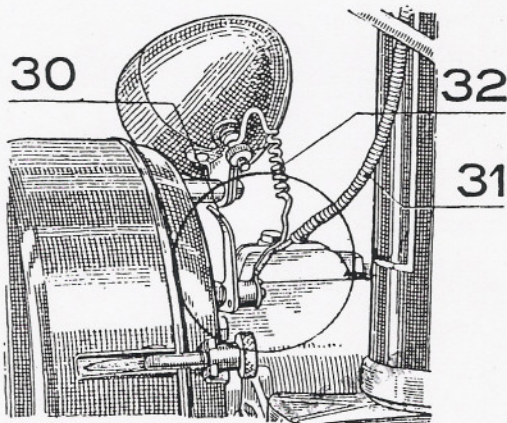

Fig. 7
Pour obtenir l'éclairage, il suffit de déplacer le levier-contact (30) vers l'arrière (fig. 7), ce qui peut être fait en marche sans descendre de machine. Pour éteindre, faire la manœuvre inverse.